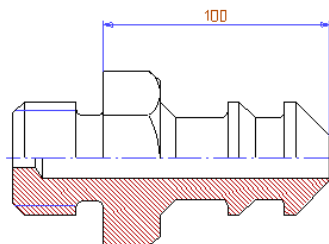

Рисунок 1.19 – Зміна значень параметричного розміру
3. Введіть значення 100 і натисніть <Enter>. Значення розміру, а також геометрія креслення зміниться (рис. 1.19).